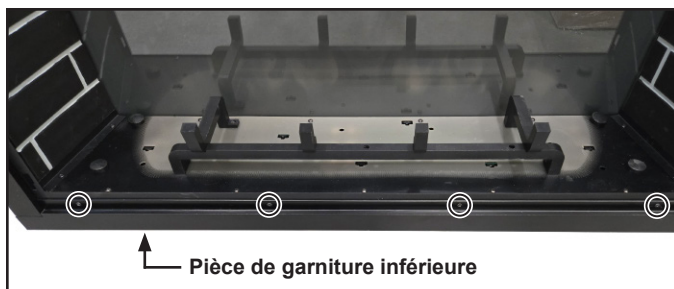

Figure 7.4 Fixation de la garniture inférieure
2. Fixez la garniture inférieure avec la vis retirée à l'étape précédente. Voir la figure 7.4.